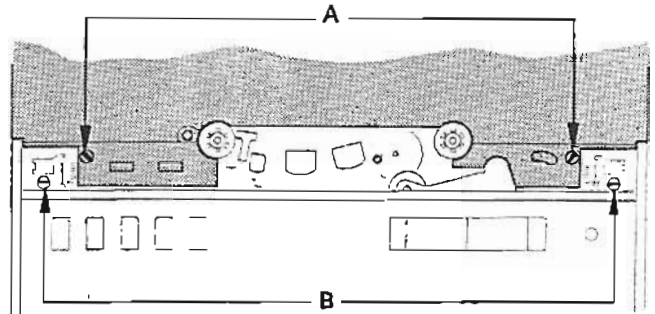

Bild 3.2.–4
- Schraube A ( Bild 3.2.–4 ) lösen. Abdeckplatte nach oben abziehen. ( Oberkante 3 Klemmhülsen )
- Schrauben B ( Bild 3.2.–4 ) lösen. Netzschalterknopf sowie sämtliche Drehknöpfe und Schaltscheiben nach oben abziehen. Beim Netzschalterknopf darauf achten, dass der Spannring nicht verloren geht.